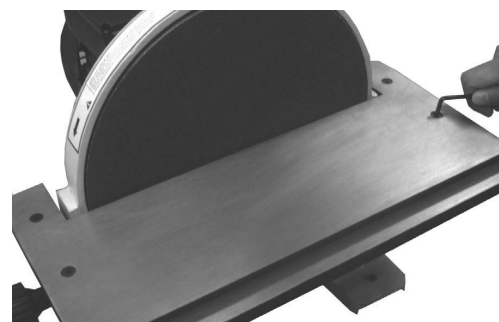

Fig. 04
3. Mantenere sempre la distanza tra il bordo della tavola ed il disco pari a ca. 1,6 mm. Per regolarla allentare 4 viti (Fig. 04) e spostare la tavola nella posizione giusta.